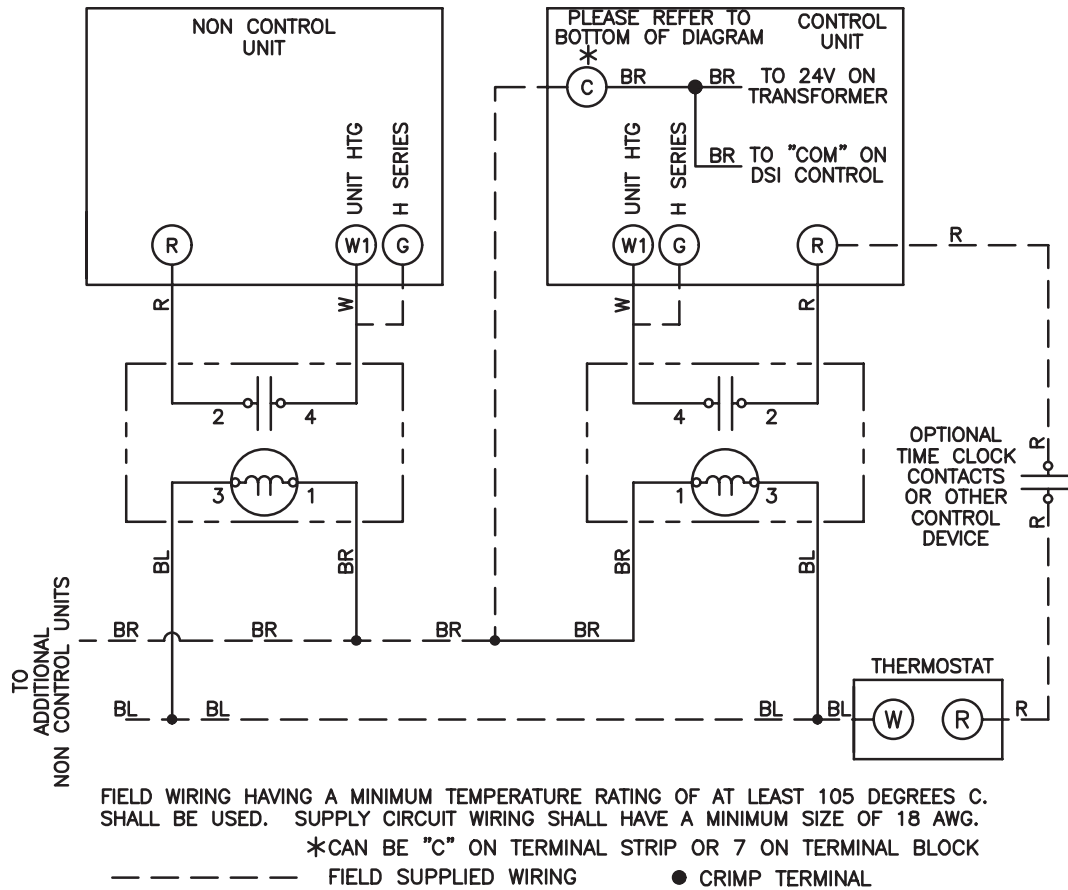

Figure 8. Schéma de câblage de contrôle d'unités multiples
5. Branchez le câblage de commande de type TEW aux bornes du relais conformément à la **Figure 8**.
- Pour référence ultérieure, cochez la case appropriée (CONTROL UNIT ou NON CONTROL UNIT) sur l'étiquette du schéma de câblage (4).